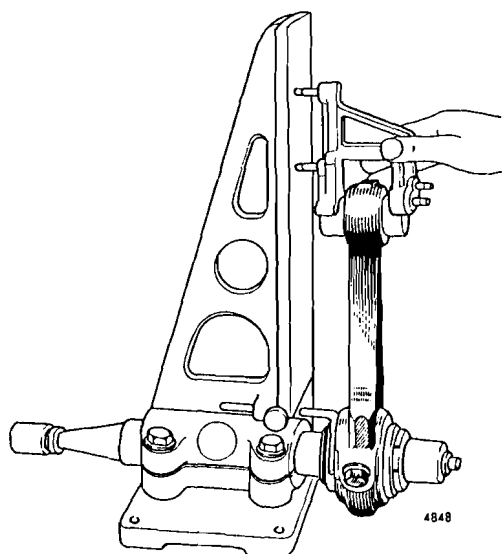

Fig. 96
- Controlar la rectitud y paralelidad de las bielas. Esto se hace en un aparato de control, véanse las figs. 96 y 97.